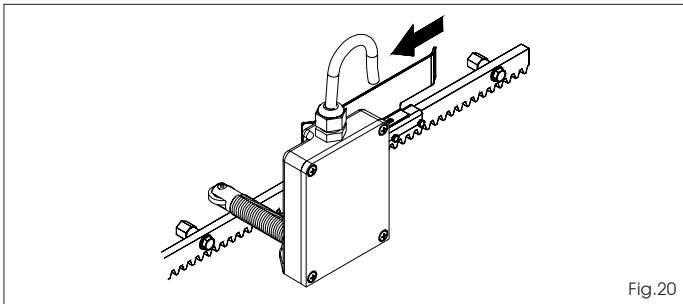

Fig.20
- 6) Ripetere le operazioni dei punti 4 e 5 per il finecorsa di chiusura, Fig.20.